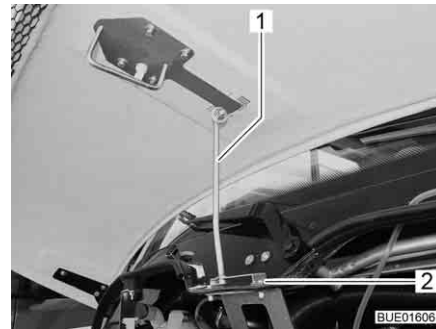

Fig. 43 Support capot moteur
- Déplier l'appui (Fig. 43, 1) et l'accrocher dans le support (Fig. 43, 2).